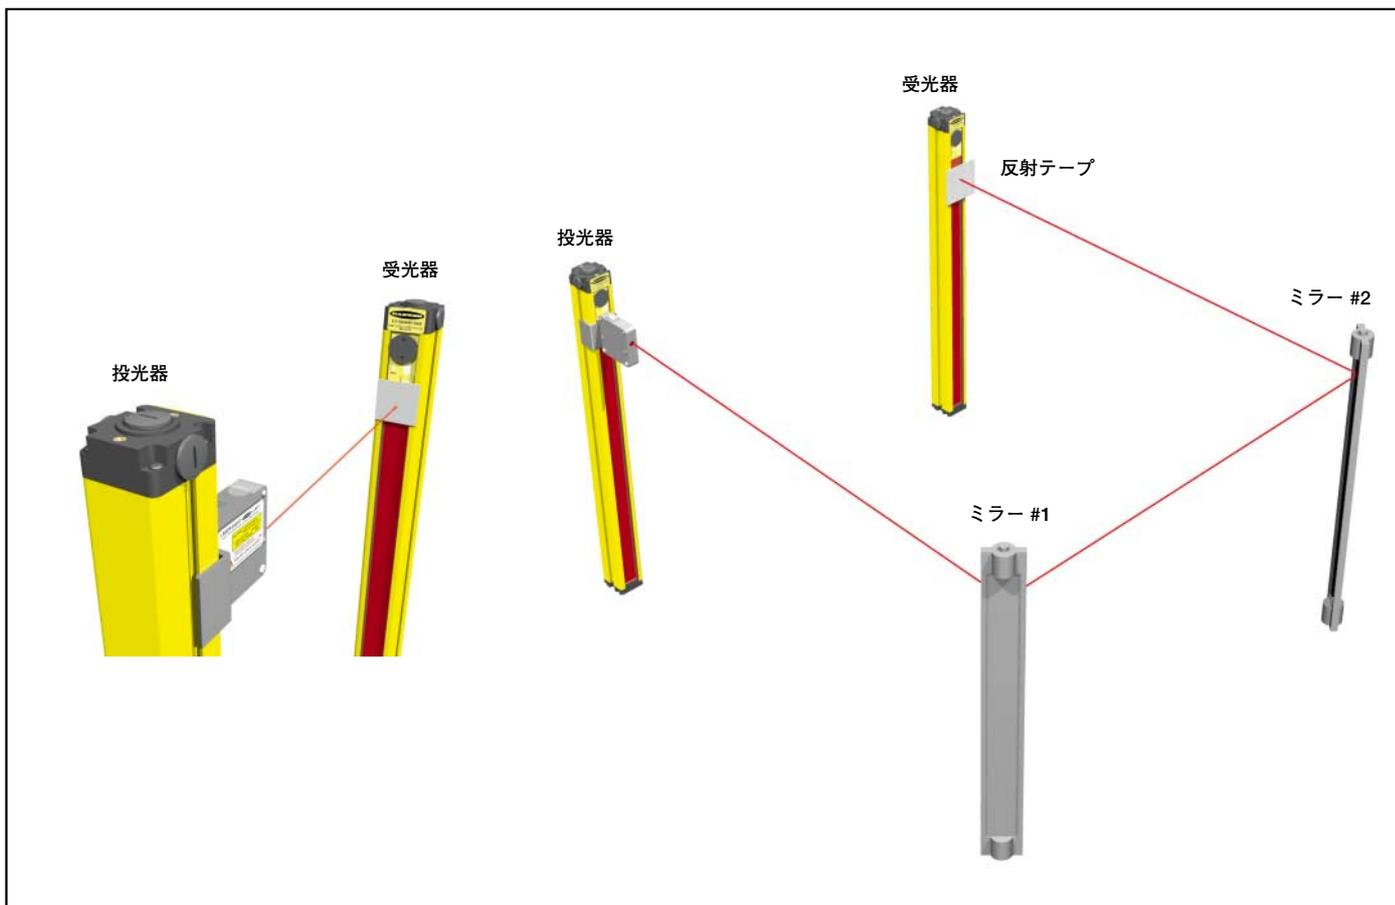

Fig.3-13 LAT-1によるアライメント
- 2) コーナーミラーをアプリケーションで使用しない場合は、反射率の高いターゲット(白い紙、LAT-1に付属の反射テープ、オプションのクリップ式反射板など)を受光器の光軸位置に取り付けるか保持します。反射テープなど粘着剤付きのものをレンズやミラーの表面に貼り付けしないでください。粘着剤のかすは、なかなか取り除くことができません。Fig. 3-13をご参照ください。